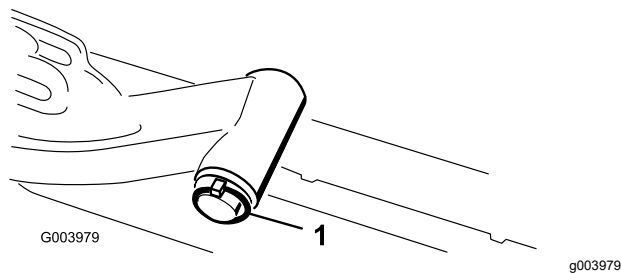

**Figure 8**
7. Pour les unités de coupe avant, poussez une unité de coupe sous le bras de levage tout en insérant l'arbre du bâti porteur dans la chape de pivot du bras de levage (Figure 8).
B. Insérez la chape du bras de levage sur l'arbre du bâti porteur (Figure 8).